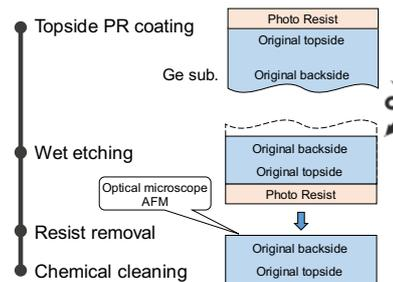

Fig. 1 Experimental procedure in this study.
2. 実験方法 図 1 に試料作製手順を示す。市販の片面研磨 Ge 基板を使用し、研磨面からのエッチングを避けるためにレジストによる保護を施して、エッチングはサンプル裏面から行った。エッチング溶液には、GOI 作製時に支持基板となる Si とエッチング対象である Ge との高い選択比をもつ HF+H₂O₂ 溶液に、表面平坦性の改善^[2]を目的として CH₃COOH を加えた HF + H₂O₂ + CH₃COOH (1:1:1) 溶液を用いた。エッチング後の試料表面は光学顕微鏡・AFM により観測を行った。また、電気特性の観点からもエッチング面を評価するため、ショットキー接合 (TiN/p-Ge)、MOS キャパシタ (Al/SiO₂/GeO₂/p-Ge) をエッチング面上に作製した。